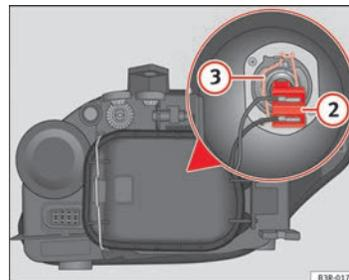

Fig. 199 Luz de cruce
- Extraiga el conector ⇒ fig. 199 ② de la lámpara tirando de él.
- Desenganche el resorte retentor ⇒ fig. 199 ③ presionándolo hacia dentro y a la derecha.